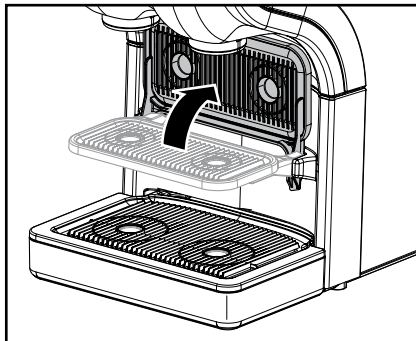

Bild 11
- Fäll upp kopplattformen så att kannan får plats (bild 11).